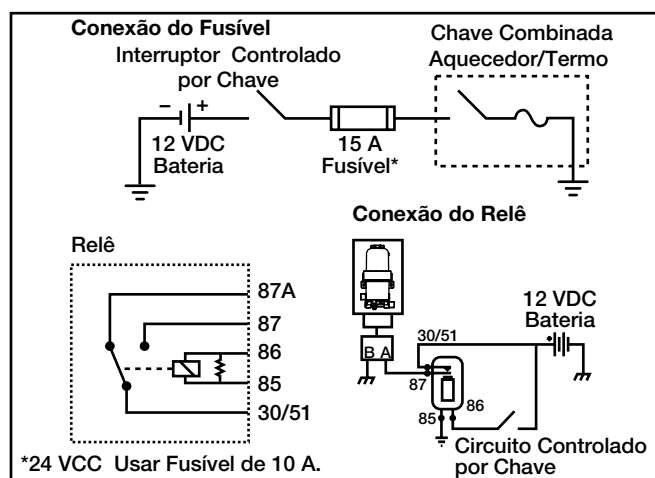

Figura 7 – Conexões do Fusível e do Relê
4. Conecte o Terminal de Alimentação ao lado do acessório da chave de ignição. (Recomenda-se usar um fusível de 15 A, mas não está incluído nos kits do Diesel Pro. Use um relê se o circuito de ignição não suportar uma corrente mínima de 15 A.) (Veja a Figura 7.)